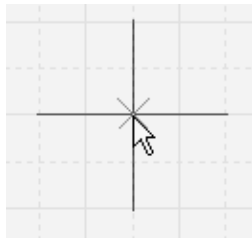

图 2-2-18 绘制导线时的十字形指针
① 执行菜单命令 Place → Wire 或在 Wiring 工具栏中单击放置导线图标 ，鼠标指针变为十字形，在十字形指针中心有一个“×”形图标，如图 2-2-18 所示。